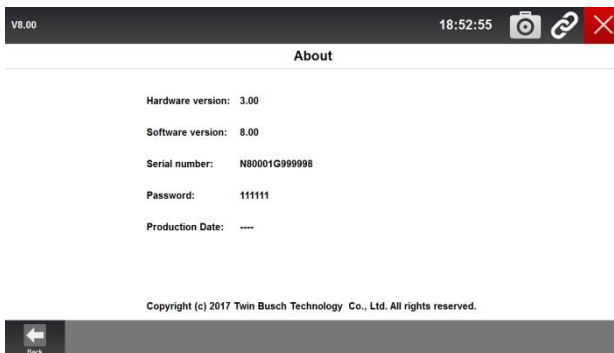

Figure 4-7 Liste des appareils Bluetooth
4. Si l'indicateur de statut de connexion VCI ne passe pas au vert, activez le Bluetooth dans le menu Réglages. L'appareil recherche automatiquement les appareils Bluetooth ou, si nécessaire, vous pouvez démarrer une recherche manuelle. Sélectionnez ensuite le bon véhicule (nom Bluetooth listé dans À propos, voir Fig. 4-7) pour l'appairage. Vérifiez que le TW DT-10 est bien appairé au VCI. L'indicateur de statut de communication VCI passe au vert.